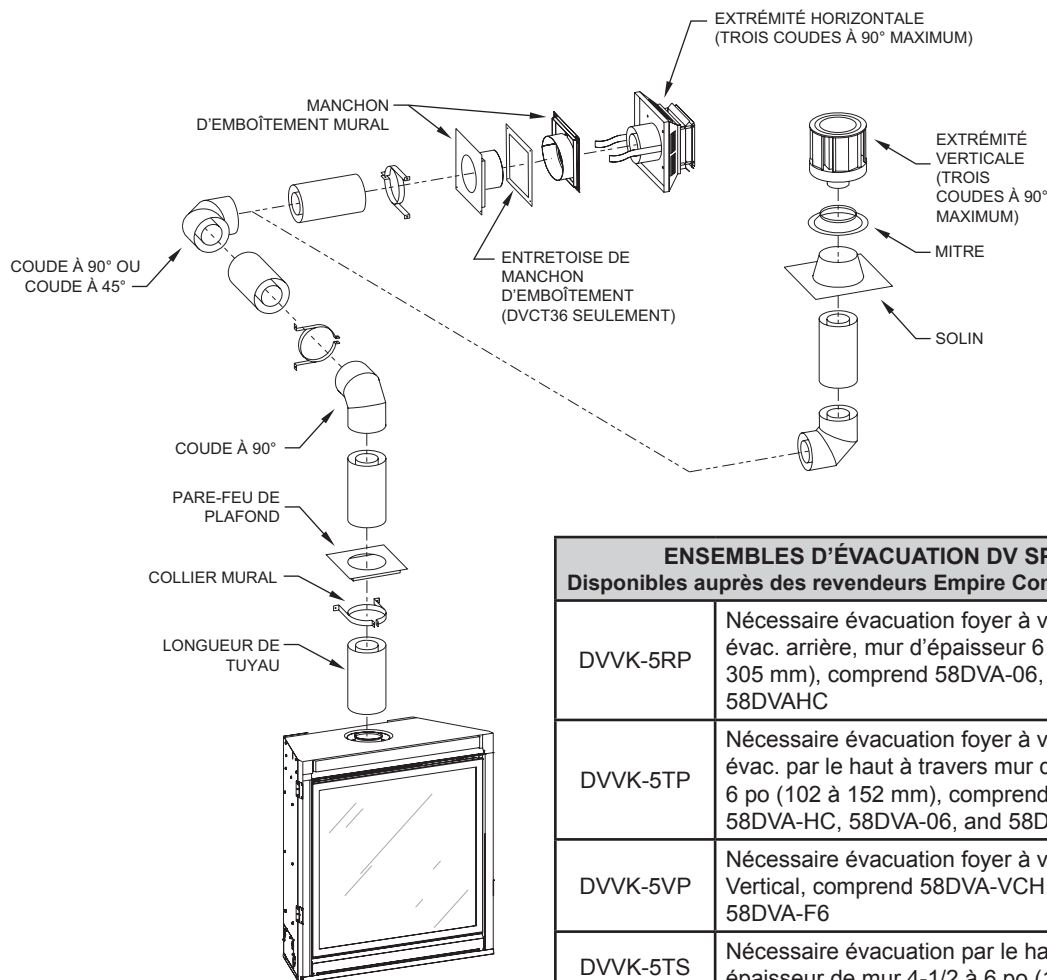

Figure 45
Exemples possibles de systèmes d'évacuation avec deux coudes à 90° : La dimension verticale minimum indiquée correspond à V, pour une dimension horizontale totale maximum de H1 + H2. Les distances verticales et horizontales maximales avec deux (2) coudes à 90° comme sur la **Figure 45** sont de 20 pi (6,1 m).